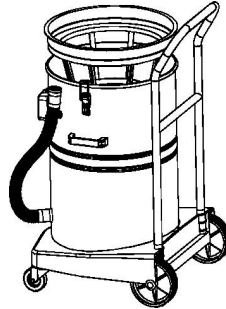

Figure 1
1. Fixez les raccords en fonction des travaux de nettoyage. S'il s'agit d'un aspirateur à poussière, le filtre en tissu doit être fixé ; s'il s'agit d'un travail humide, le filtre en tissu doit être retiré. (Figure 1).